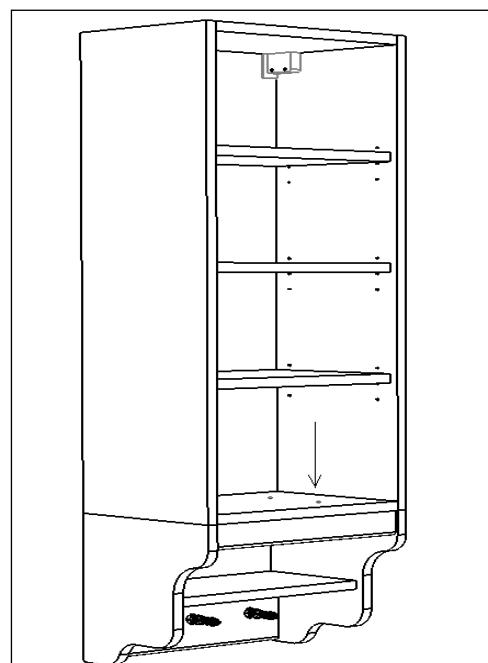

Рис.50
1. Крепление подвесных полок осуществляется после навески и окончательной регулировки навесных шкафов (Рис. 50)